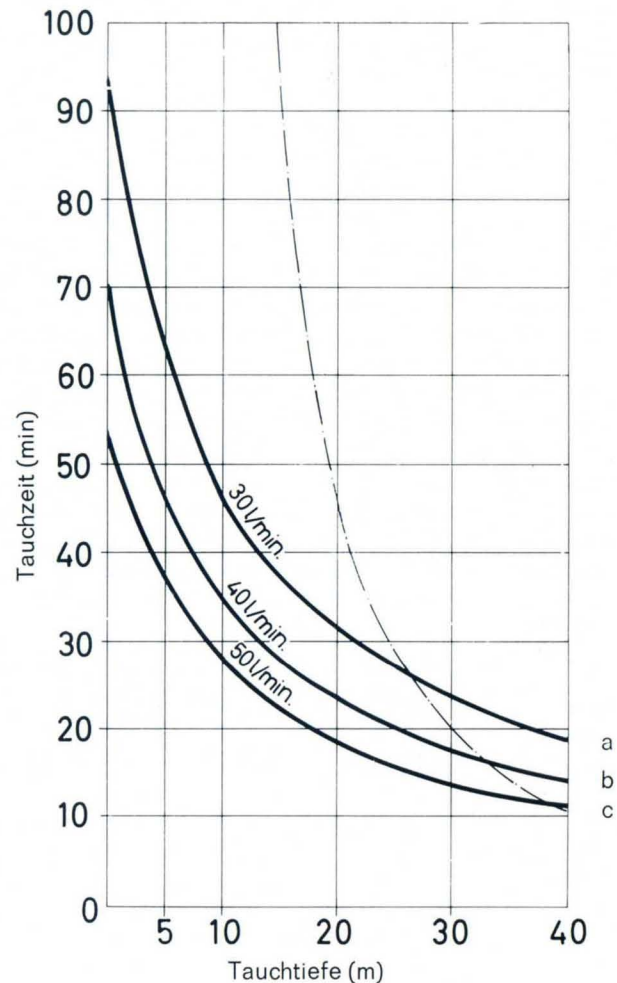

Abb. 9 Verbrauchszeitkurven des Preßluft-Tauchgerätes Modell PA 38/2800
- 2.4.11. In Abb. 9 (Seite 20) sind die Gebrauchszeiten bei langsamem Schwimmen für Geräte mit verschiedenen Luftvorräten in Abhängigkeit von der Tiefe angegeben. Die erforderlichen Schwimmzeiten für das Ab- und Austauschen sind dabei nicht berücksichtigt. Besonders in größerer Tiefe wird also die effektive Gebrauchszeit etwas und bei notwendigen Austauschzeiten u. U. erheblich vermindert.